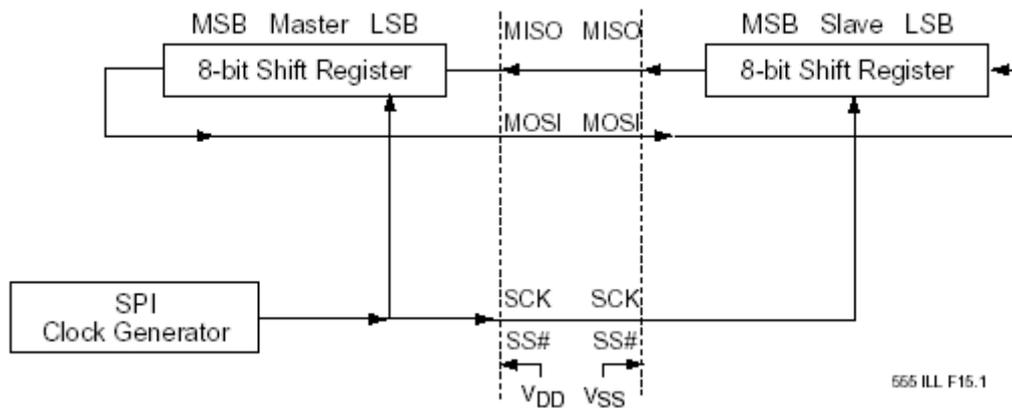

FIGURE 6-4: SPI MASTER-SLAVE INTERCONNECTION
图 6-4 指示的是在主从 SPI 器件之间的通讯。其中 SCK 脚为主模式的时钟输出和从模式的时钟输入。在向主 SPI 器件的数据寄存器进行写操作后 SPI 的时钟发生器就被启动了。写入的数据就从主机的 MOSI 脚移出从从机的 MOSI 脚移入。在一个字节的数据传送完成之后, SPI 时钟发生器就停止 SPIF 标志位被置位。如果 SPI 中断位 (SPIE) 和串口中断允许位 (ES) 都被置位的话就会产生一个 SPI 中断请求。